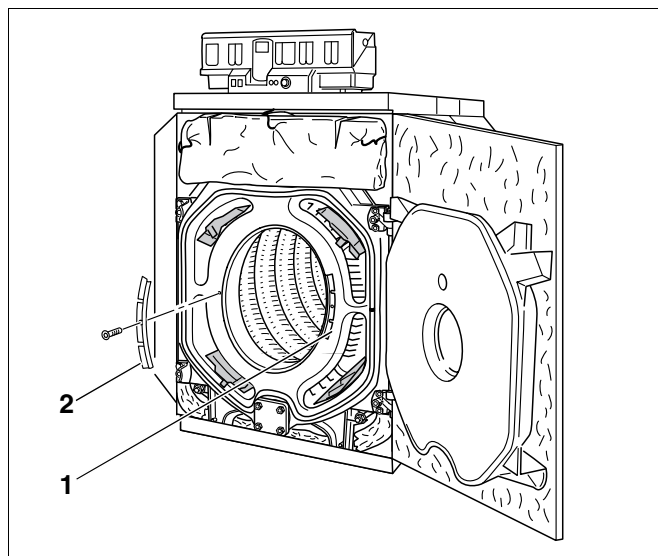
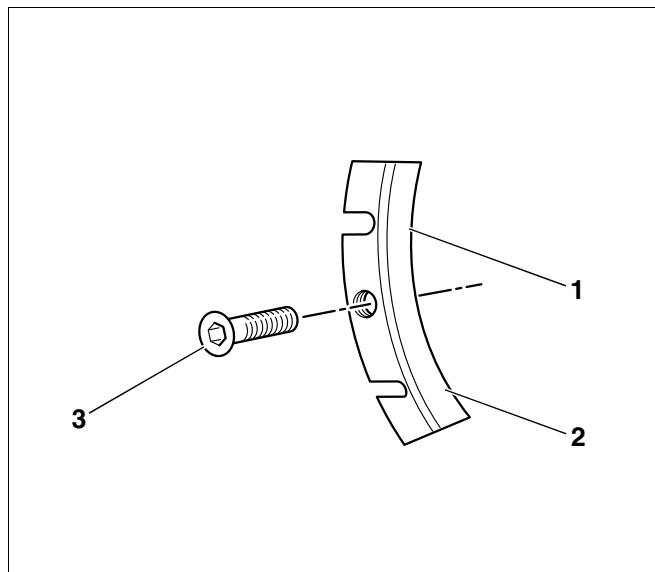

Рис. 68 Расположение стопорных пластин дымовых газов
Рис. 69 Стопорная пластина дымовых газов
- Открутите болты на стопорных пластинах дымовых газов и удалите стопорные пластины, расположенные слева и справа (рис. 68, поз. 1 и 2).
- Открутите болты (рис. 69, **поз. 3**) на стопорных пластинах дымовых газов и удалите стопорные пластины, расположенные слева и справа (рис. 68, **поз. 1 и 2**).
- Уложите стопорные пластины на какую-нибудь подставку вырезами (рис. 69, **поз. 1 и 2**) вниз. Молотком обрубите один сегмент правой и левой стопорных пластин дымовых газов.